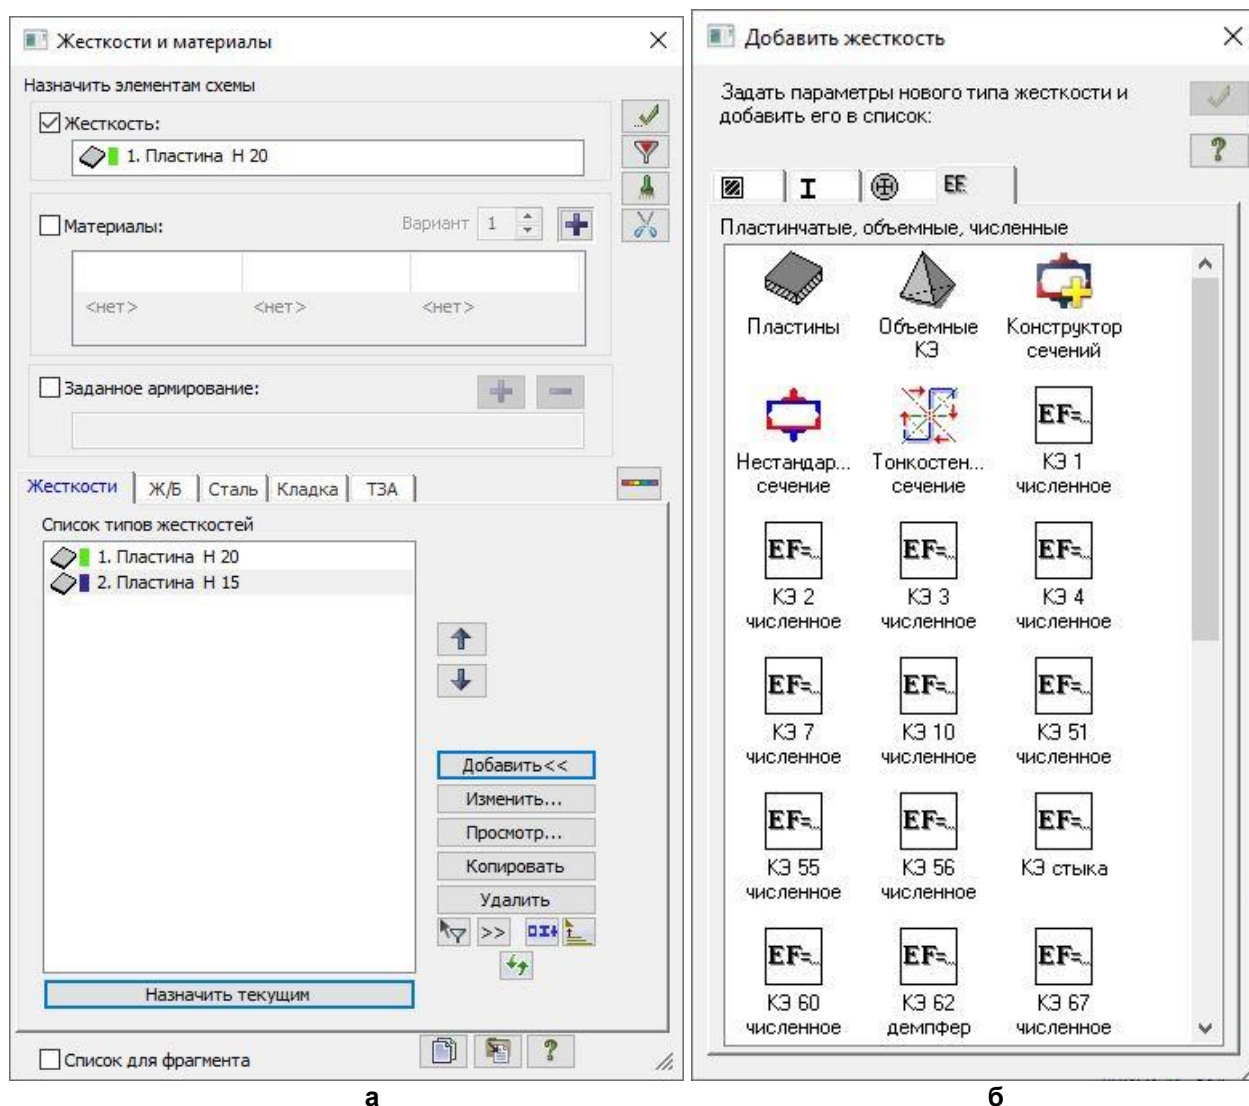

Рис.6.8. Диалоговые окна: а – Жесткости и материалы, б – Добавить жесткость
- Щелчком по кнопке  – **Жесткости и материалы** (панель **Жесткости и связи** на вкладке **Создание и редактирование**) вызовите диалоговое окно **Жесткости и материалы** (рис.6.8,а).
- В этом окне щелкните по кнопке **Добавить** и в появившемся окне **Добавить жесткость** (библиотеке жесткостных характеристик) щелкните по четвертой закладке численного описания жесткости (рис.6.8,б).